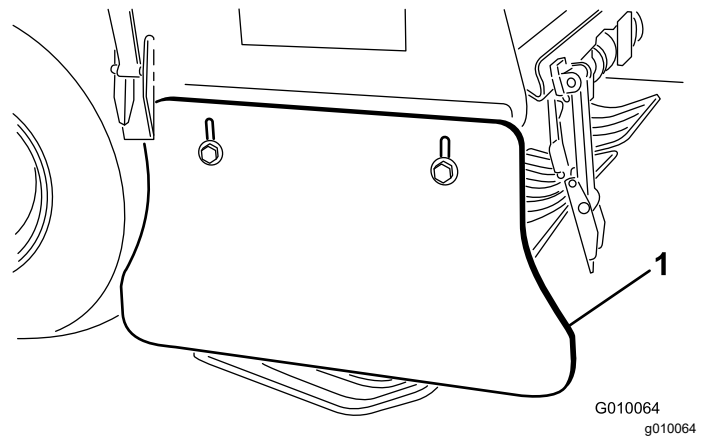

Bild 183
2. Lösen Sie die Kopfschrauben und Sicherungsbundmutter, mit denen die Seitenabdeckung am Aerifizierkopfrahmen befestigt ist (Bild 183).